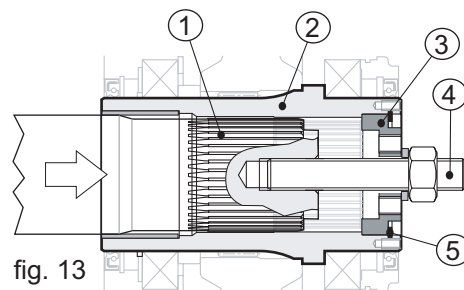

fig. 13
Quindi inserire nelle loro sedi prima il fondello (pos. 3), poi il seeger per interni (pos. 5), bloccando di conseguenza il fondello (pos. 3), a questo punto avvitando il dado della barra filettata si porta l'albero della macchina a battuta (vedi fig. 13).